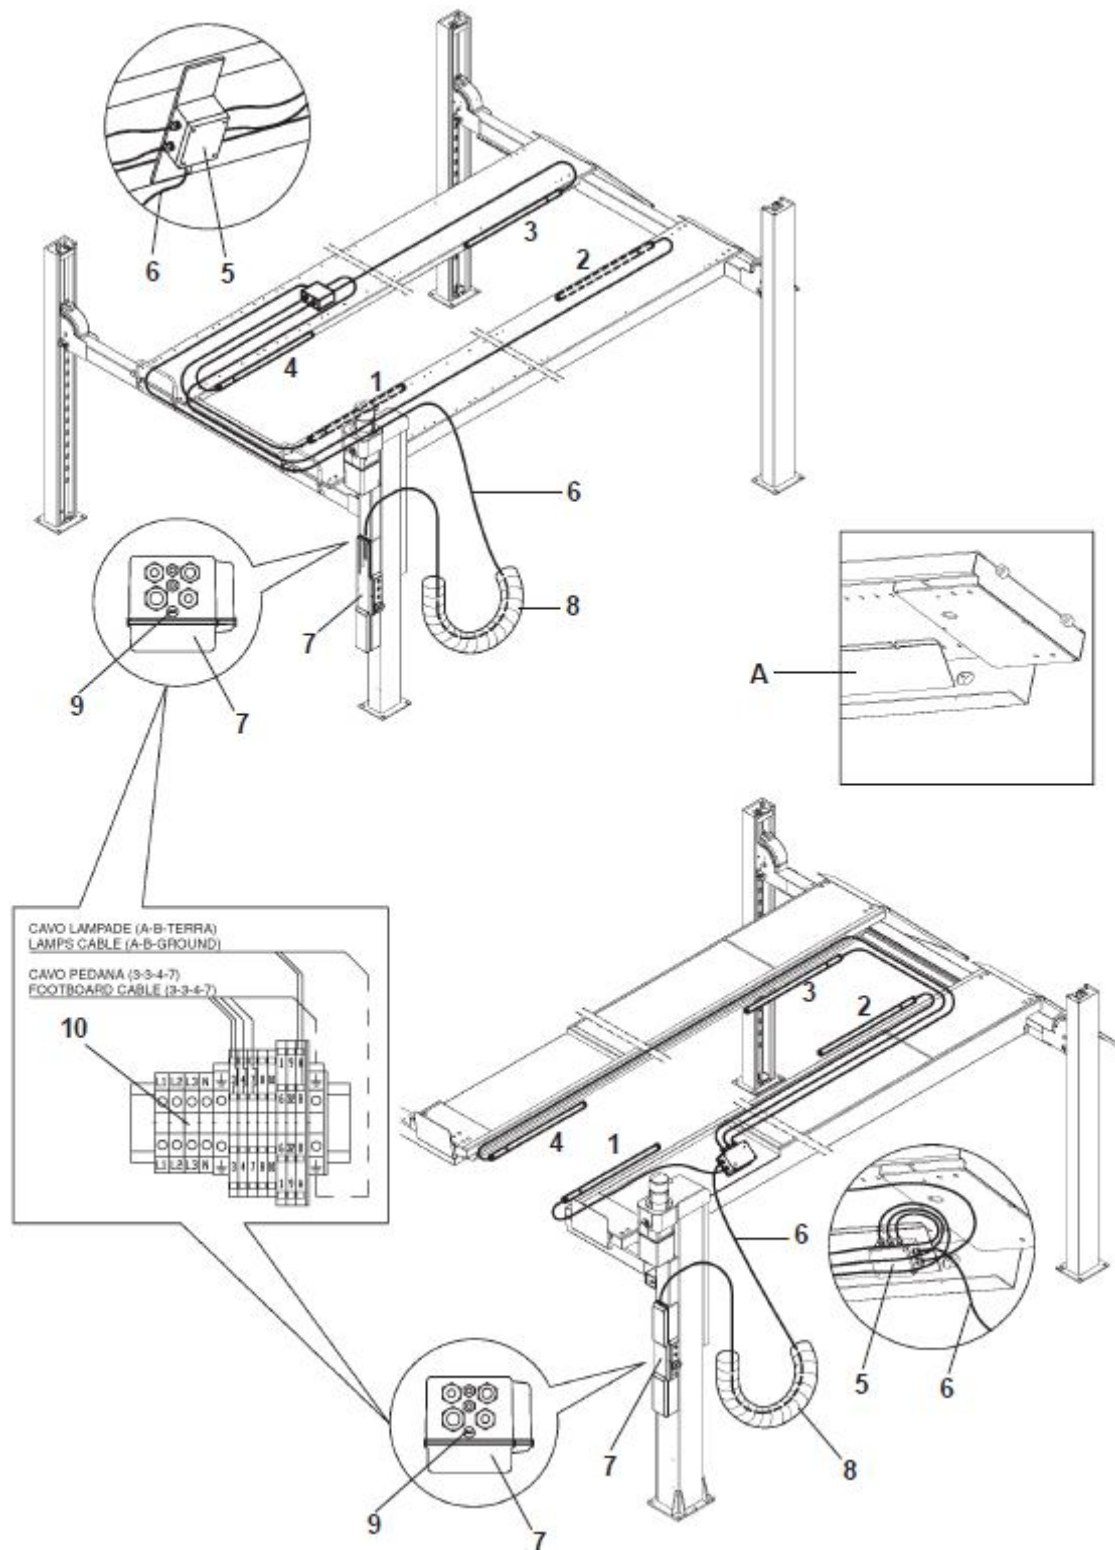

Рисунок 32
A. Закрепите блок соединителя (5 Рис. 32) с помощью поставляемых в комплекте винтов.
В. Установите трубки дневного света, следуя нумерации в Рис.32; те части, в которых находятся соединительные элементы, должны смотреть наружу, чтобы было проще устанавливать кабель в отверстия в панели А.
С. Вставьте кабель (6), соединяющий блок управления (7) с блоком соединителя (5), в патрубок 8, затем расположите кабели в панели так, как это показано на Рис.32.